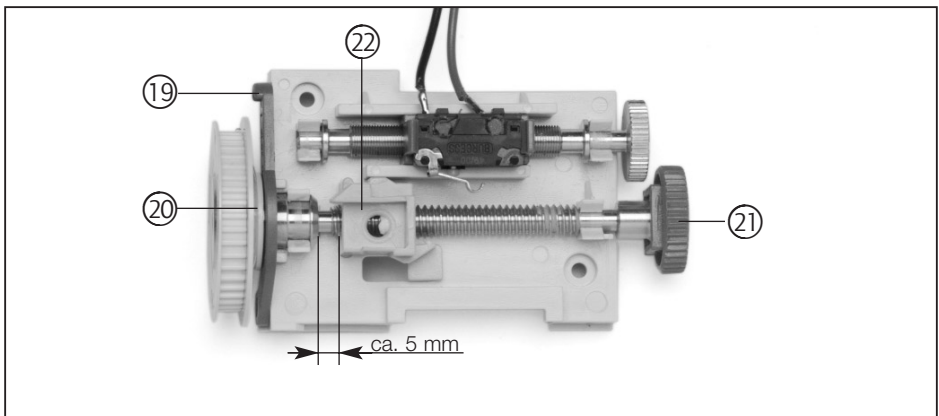

Abb. 5: Referenzpunkteinstellung (Tor ist zu)
- Entriegeln Sie die Schaltspindel, indem Sie den roten Leerlaufhebel (19) nach vorn umlegen und die innere Mitnehmerscheibe (20) des Laufrades in Richtung Spindel drücken (siehe Abb. 5).
- Drehen Sie das Rändelrad (21) solange im Uhrzeigersinn, bis sich der Schlitt (22) ca. 5 mm vor dem linken abgeschrägten Bund der Schaltspindel befindet (siehe Abb. 5).